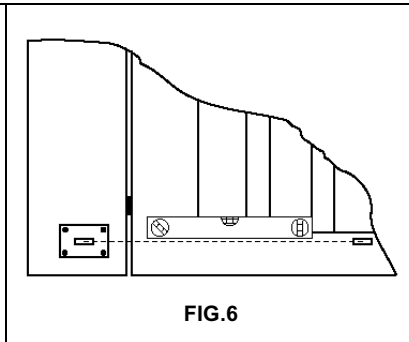

FIG.6
- Als de poort volledig dicht is, plaats de kopbeugel bij het bevestigingssoog op de piston. Zorg dat de kop en staat perfect waterpas staan (zie fig 6). Bevestig de kopbeugel op de poort.